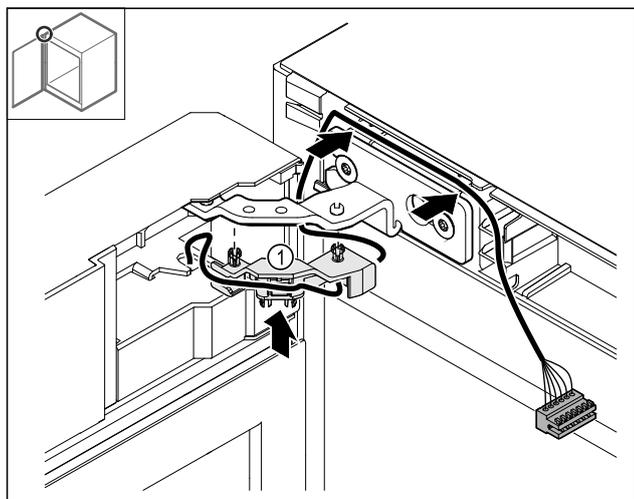

Fig. 51
- ▶ Pousser le support de câble Fig. 51 (1) dans la charnière.